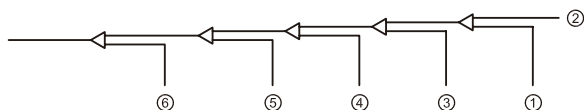

Рисунок 5.15
- Точно так же продуйте другие отверстия, двигаясь последовательно от внутреннего блока А к наружным блокам. См. Рисунок 5.15.